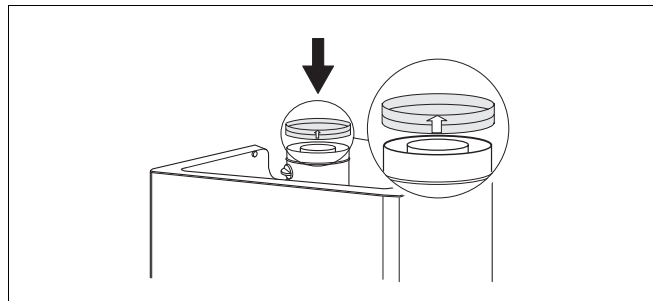

Рис. 17 Манжетное кольцо
- Используя Ubbink-отводные системы газа необходимым есть манжетное кольцо (рис. 17) для того, чтобы сделать совместимым водонагреватель.